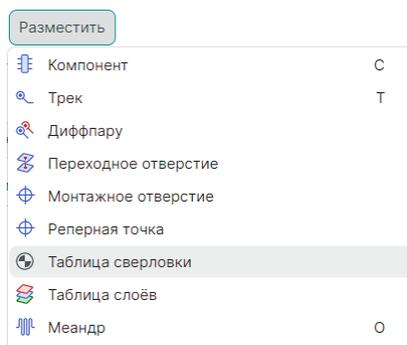

Рис. 58 Инструмент «Таблица сверловки»
2. В главном меню программы выберите «Разместить» → «Таблица сверловки», см. Рис. 58.